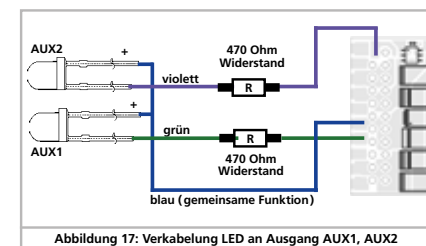

Abbildung 17: Verkabelung LED an Ausgang AUX1, AUX2
a) Die Lampen / Funktionen sind mit Ihrem gemeinsamen Anschluss gegenüber dem Lokgehäuse isoliert (also potentialfrei). Der dann nötige Anschluss wird in Abb. 17 am Beispiel AUX1 und AUX2 dargestellt. Voraussetzung hierfür ist, dass die Funktionen in der Lok potentialfrei sind, d.h. außer zu den Funktionsausgängen keine weiteren elektrisch leitenden Verbindungen besitzen. Die bei diesem Anschluss an den Funktionsausgängen anliegende Spannung ist um ca. 1,5V niedriger als die Schienenspannung. Das blaue Kabel ist hierbei der „Plus-Pol“, der Funktionsausgang selbst der „Minuspol“.
! Sollen Leuchtdioden (LEDs) an die Funktionsausgänge angeschlossen werden (vgl. Abb. 17, Ausgang AUX1), muss zwingend ein Vorwiderstand eingebaut werden. Dieser sollte zwischen 470 Ohm und 2,2kOhm liegen. Ein Betrieb ohne Vorwiderstand führt zur Zerstörung der LED!
i Wie in Abb. 17 gezeigt, ist auch ein „Mischbetrieb“ erlaubt.